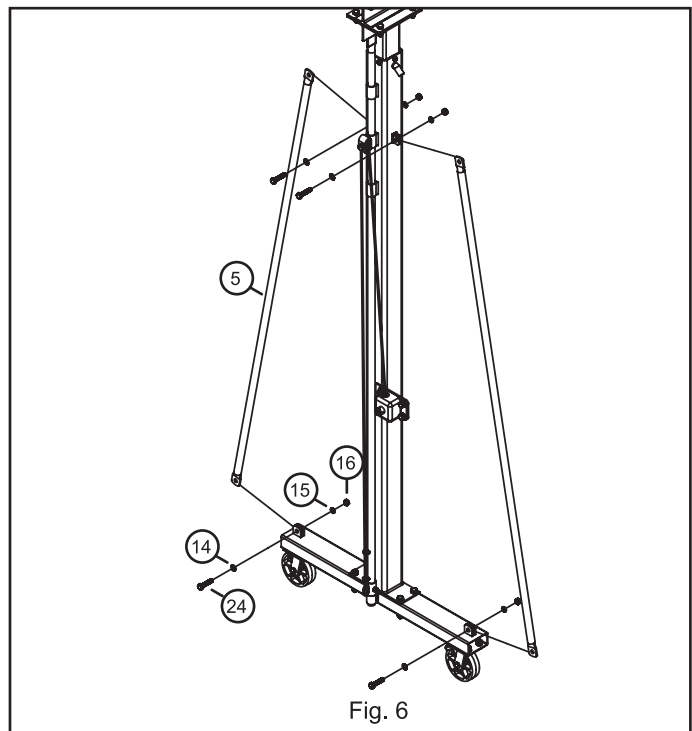

Fig. 6
ÉTAPE 6 : Installez les supports de renfort, fig. 6. Installez les supports de renfort (5) entre les supports verticaux et le tube transversal de la base, comme indiqué sur la fig. 6. Placez un support de renfort (5) entre les oreilles du support vertical et alignez les trous. Placez un boulon M12 x 50 mm (24) avec une rondelle plate M12 (14) dans les trous et ajoutez une rondelle frein M12 (15) et un écrou M12 (16) sur le côté opposé. Placez l'autre extrémité du support de renfort (5) entre les oreilles du tube transversal de la base et alignez les trous. Placez un boulon M12 x 50 mm (24) avec une rondelle plate M12 (14) dans les trous et ajoutez une rondelle frein M12 (15) et un écrou M12. Serrez la pièce de fixation en haut et en bas du support de renfort (5) à un couple compris entre 75 et 88 Nm (55 et 65 pi-lb).